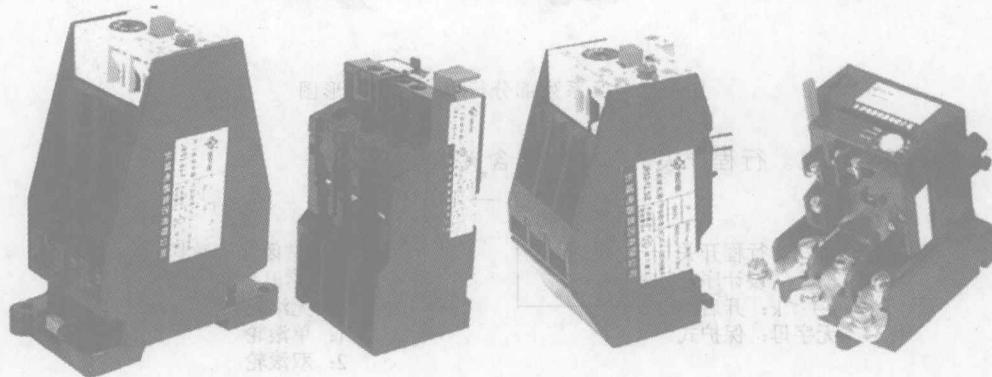

图 1-10 JRS 系列部分热继电器的外形图
(3) 热继电器 热过载继电器简称热继电器（后文均称热继电器），是一种利用电流热效应工作的低压电器，主要用于电动机的过载保护和断相保护。图 1-10 所示为 JRS 系列部分热继电器的外形图。